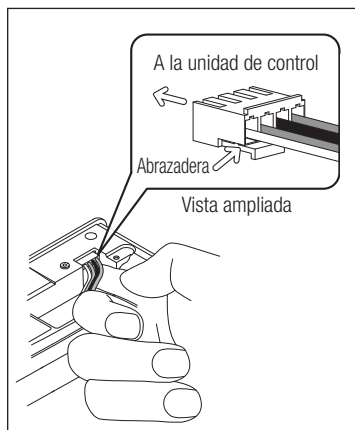

Fig. 8
- 5) Para retirar el conector, presione la abrazadera situada debajo del conector para liberarlo. (Fig.8)